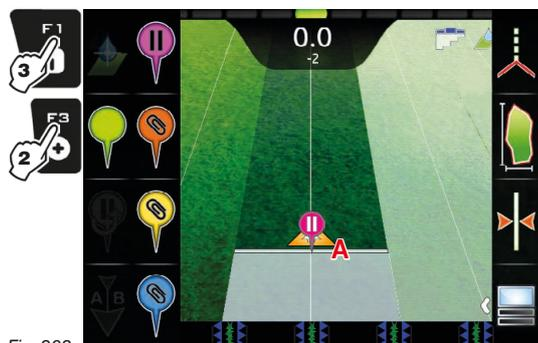

Fig. 203
- 3 Appuyez sur **F1** au moment où vous vous trouvez dans la position à mémoriser (**A** en Fig. 203) : le symbole  sera positionné exactement dans ce point.